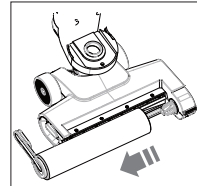

Abb. 14 – Mikrofaserrolle entnehmen
- ▶ Ziehen Sie die Verriegelungsglasche der Mikrofaserrolle nach links und nehmen Sie die Mikrofaserrolle heraus (**siehe Abb. 14**).